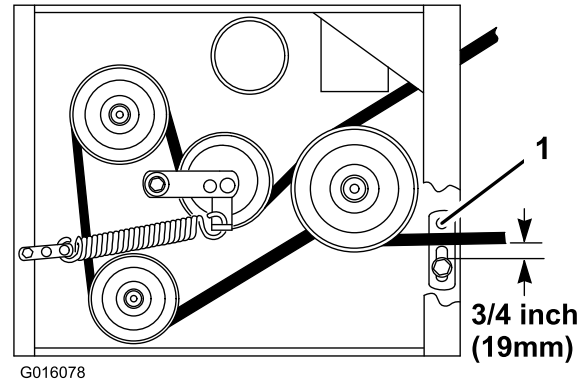

Bild 45
- Stellen Sie sicher, dass die Riemenführung unter dem Motorrahmen richtig eingestellt ist (Bild 45).
Hinweis: Bei eingekuppeltem Treibriemen muss der Abstand zwischen der Riemenführung dem Treibriemen 19 mm betragen (Bild 45). Stellen Sie den Treibriemen ggf. ein. Der ausgekuppelte Riemen sollten nicht schleifen oder von der Scheibe rutschen, wenn die Führungen richtig eingestellt sind.